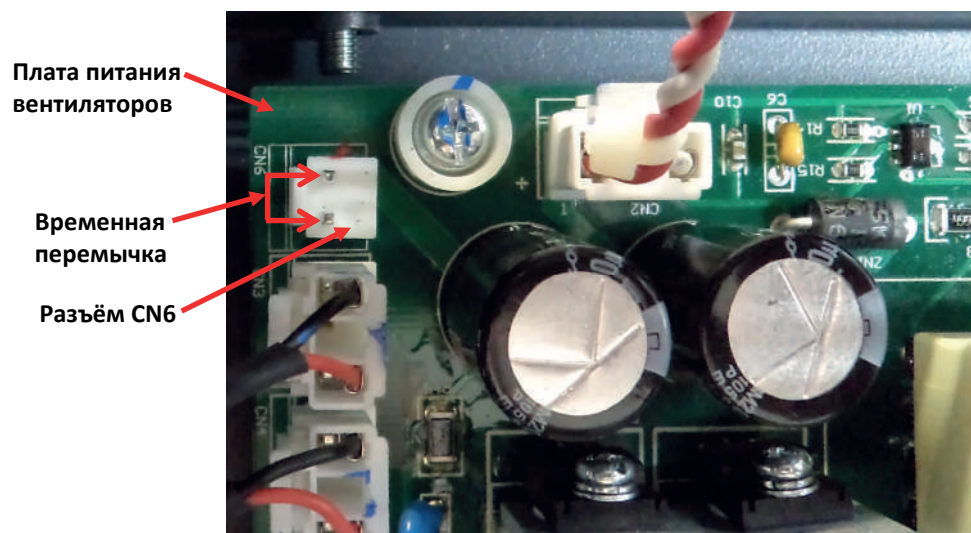

Рис.4.17
4.10.22. Перемкнуть контакты разъёма CN6 платы питания вентиляторов временной перемычкой (рис.4.17).